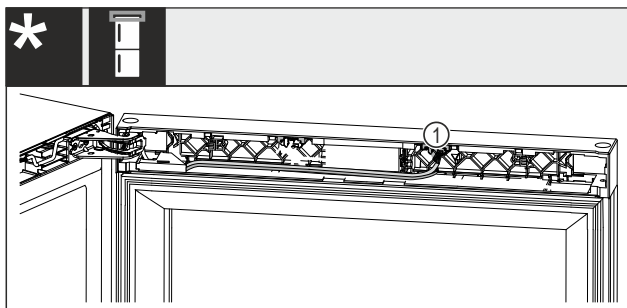

Fig. 23 Kombinált borhűtő-fagyasztókészülékek*
- ▶ Húzza ki a dugót Fig. 23 (1) a házból.*